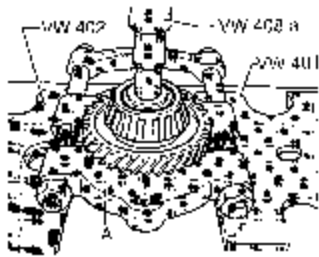

图 9-91 压出小圆锥滚柱轴承内圈
(4) 压出小圆锥滚柱轴承内圈时，使用图 9-91 所示分离装置 A (22~115mm) 先压出用于倒挡的内圈和换挡齿轮。